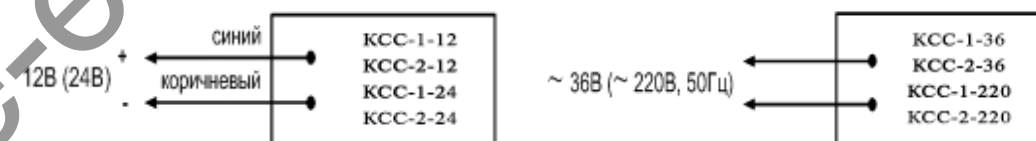

Рис.1. Схемы подключения.
- 4.3. Подключение изделий должно выполняться в соответствии со схемой (рис.1.) при отключенном напряжении питания.